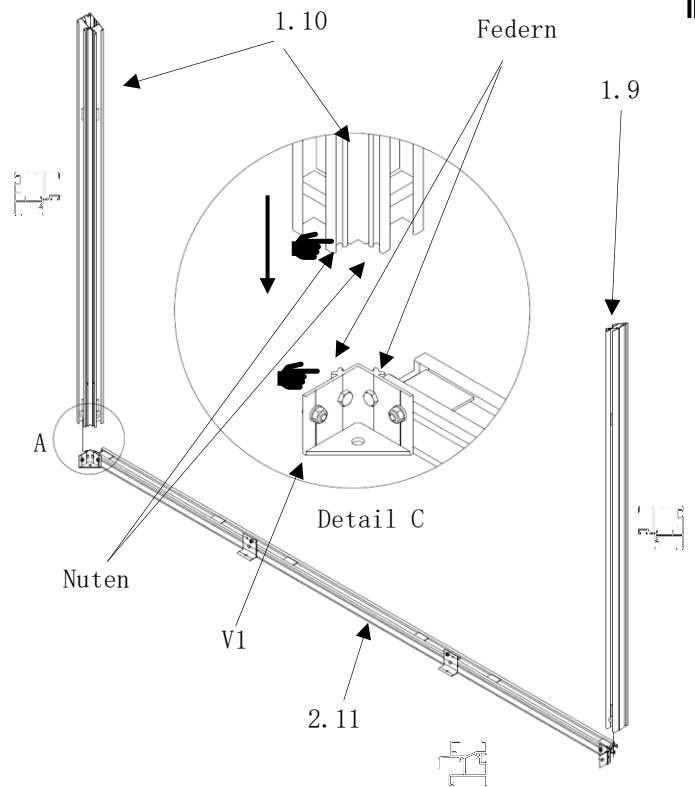

Abb. 29
- **Detail C:** In die Nuten der Rand-/Eckprofile (links/rechts) (Pos. 1.9/1.10) die „Federn“ der am Bodenprofil (Pos. 2.11) montierten Eckverbinder (Pos. V1) schieben! (Abb. 29)